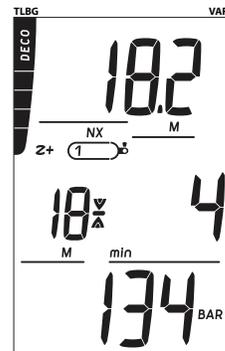

Fig. 67 - PRINCIPAL DV2 (en la parada)
- > Una vez que se encuentre a 10 FT (3 M) o por debajo de la profundidad de la parada (zona de la parada), el ícono de parada completa (ambas flechas con la barra de parada) aparecerá fijo (Fig. 67).